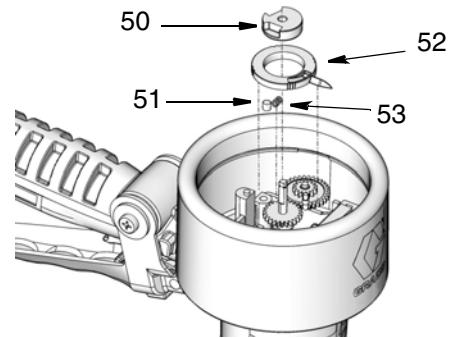

ABB. 16
4. Die Einsatz-Stellschraube mit einem Sechskantschlüssel entfernen. Einsatz (50), Stift (51), Feder (53) und Zeigerunterteil (52) entfernen (ABB. 16).